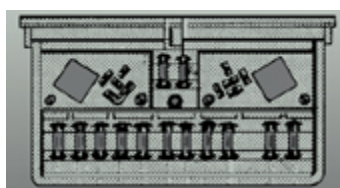

Fig. 34
- **Fusibles (fig. 34)**
Los fusibles necesarios en la instalación eléctrica del automóvil, por lo general, van todos agrupados en una caja, llamada "caja de fusibles" y distribuidos de tal forma que cada uno atienda a un elemento determinado o a elementos asimétricos (fig. 34).